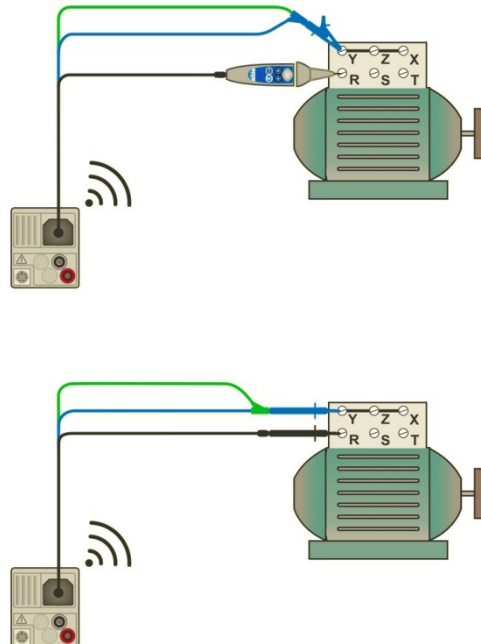

Abbildung 7.18: Commander-Prüfspitze und der Dreileiter-Prüfleitung Anwendungen
- Schließen Sie die Prüfleitungen am Prüfling an, siehe Abbildung 7.18